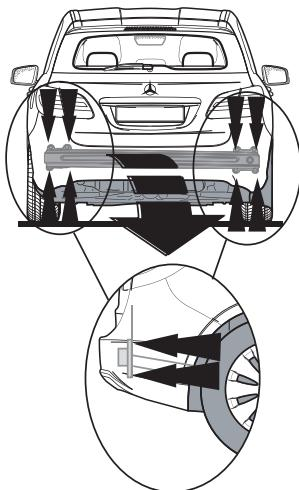

Fig. 1
1. Снять бампер (см. рис. 1).
4. Снять со стальным буферным бруском автомобиля; буферный брус больше не понадобится (см. рис. 1).
1. Снять оба блока задних фар. Снять бампер (см. рис. 1а).
3. Снять бампер вместе со стальным буферным бруском автомобиля; буферный брус больше не понадобится (см. рис. 1а).